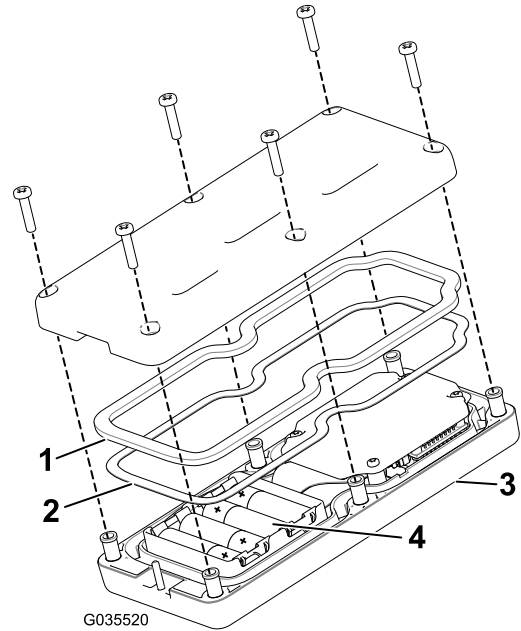

Figure 26
3. Retirez les 6 vis au dos de la télécommande et déposez le couvercle (Figure 26).
5. Placez chaque pile neuve dans un des emplacements du logement en respectant la polarité. (Si les piles ne sont pas installées correctement, la télécommande ne sera pas endommagée, mais elle ne fonctionnera pas). Les marquages de polarité sont gravés sur le logement pour chaque borne (Figure 26).
6. Si vous enlevez accidentellement le joint en caoutchouc et le joint en acier, remettez-les avec précaution dans la gorge de la télécommande portable (Figure 26).
7. Remettez le couvercle en place et fixez-le avec les 6 vis retirées précédemment (Figure 26), serrées à un couple de 1,5 à 1,7 N m.